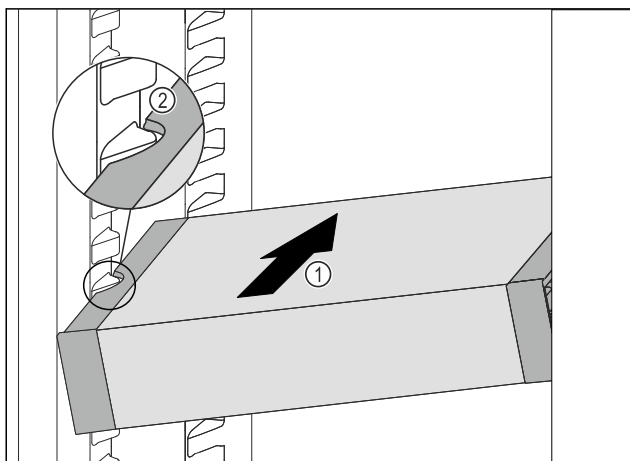

Fig. 163
- Futni pjerrtas VarioSafe në pjesën e ftohjes Fig. 163 (1), derisa foletë anësore Fig. 163 (2) të VarioSafe të jenë në lartësinë e brinjëve të kutisë në pjesën e ftohjes.